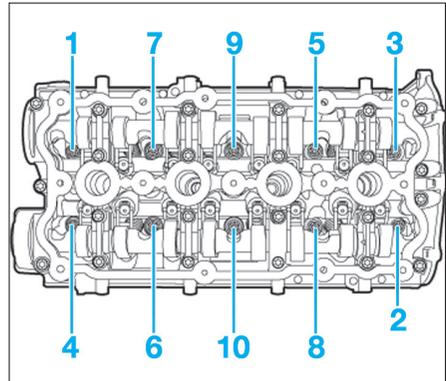

Fig. 72
- Serrer les vis de culasse en respectant l'ordre et le couple de serrage prescrit (Fig.72).